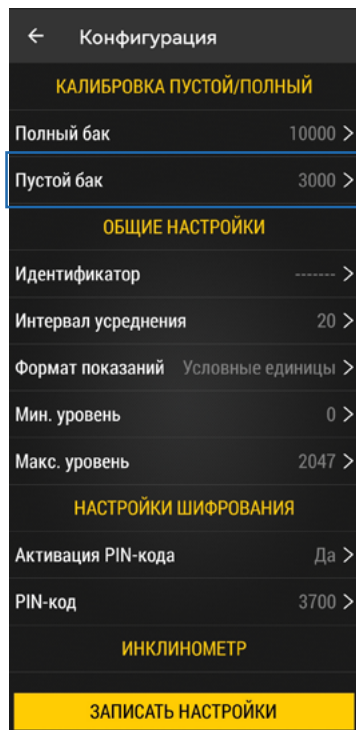

Рис.16. Меню «Конфигурация»
- В меню «Конфигурация» выберите «Пустой бак» (Рис.16). Откроется меню установки показаний пустого бака. Анимация на экране отображает текущие показания и наличие колебаний.